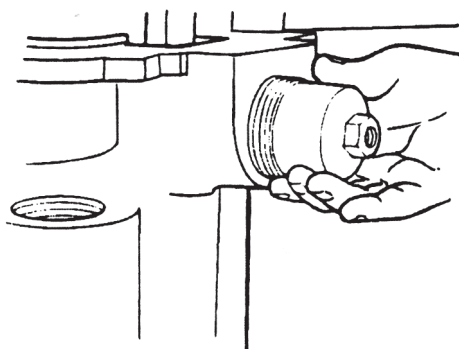

Figura 115
4. Retire el conjunto del cilindro y pistón de accionamiento del sistema de bloqueo girándolo hacia la izquierda. Figura 115.